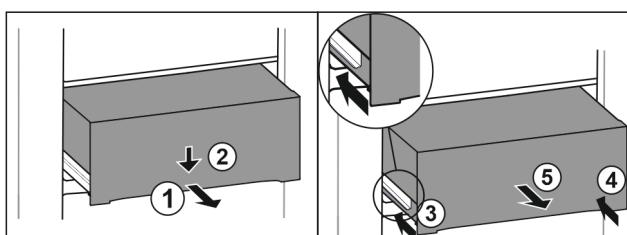

Fig. 128
- Изтеглете чекмеджето наполовина. Fig. 128 (1)
- Натиснете надолу чекмеджето от предната страна. Fig. 128 (2)
- Вкарайте лявата релса приблизително 2 см навътре. Fig. 128 (3)
- Вкарайте дясната релса приблизително 2 см навътре. Fig. 128 (4)
- Извадете чекмеджето напред. Fig. 128 (5)